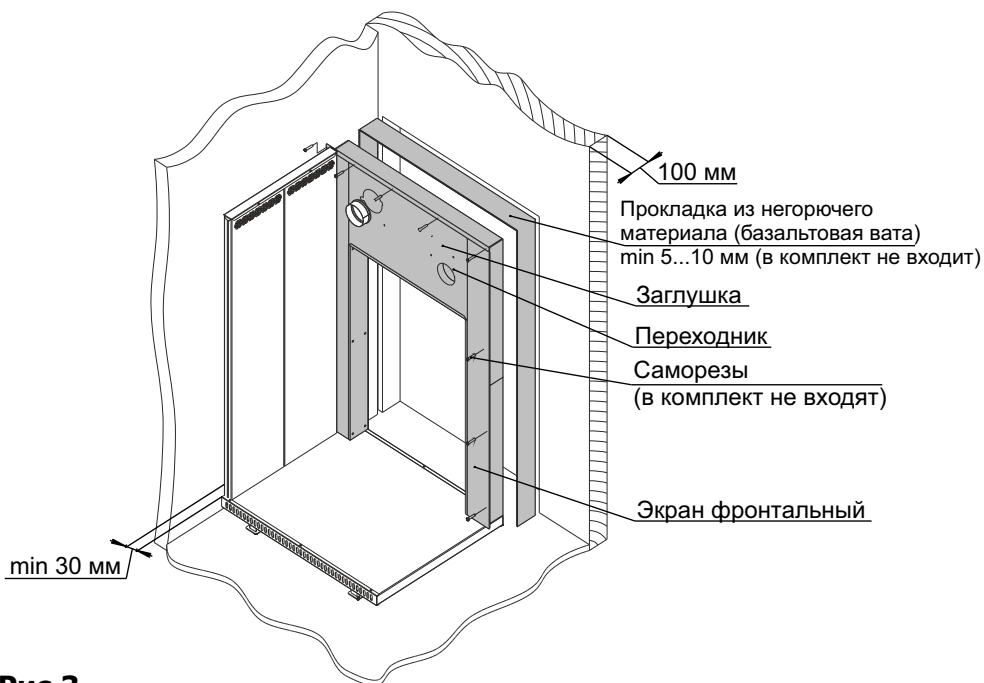

Рис.3
4) Установить защитный экран в проеме стены. Между горючими материалами конструкции бани и элементами фронтального экрана установить прокладку из негорючих материалов. Минимальный зазор между боковым экраном и стеной 30 мм (рис. 3).
5) Зафиксировать фронтальный экран с помощью саморезов или гвоздей в проеме (рис. 3).